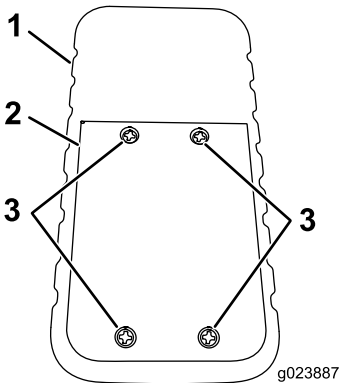

Figura 55
1. Afloje los cuatro tornillos que sujetan la tapa de las baterías (Figura 55).